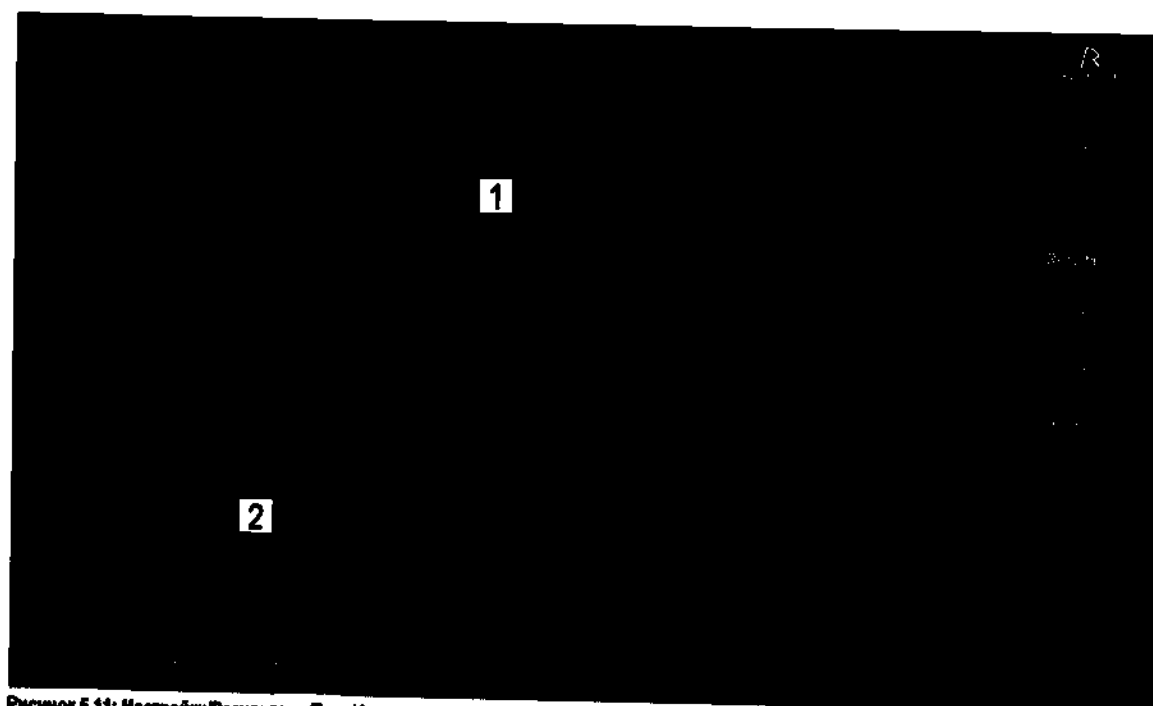

Рисунок 5.11: Настройки/Результаты/Тоно/Формулы коррекции
В подкладке "Тонометрия" в таблице "Результаты" (см. Рисунок 5.11) вы можете определить формулу коррекции, которую нужно будет использовать для модификации результатов измерений тонометрии с учетом результатов пахиметрии. Выберите желаемую формулу в меню (1) или определите собственные коэффициенты для коррекционной формулы в графе "Пользовательский" (2).